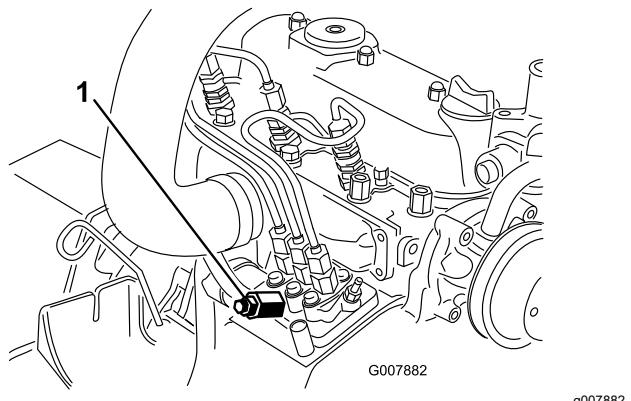

Figure 36
3. Placez un chiffon sous la vis de purge d'air sur la pompe d'injection et ouvrez la vis (Figure 36).